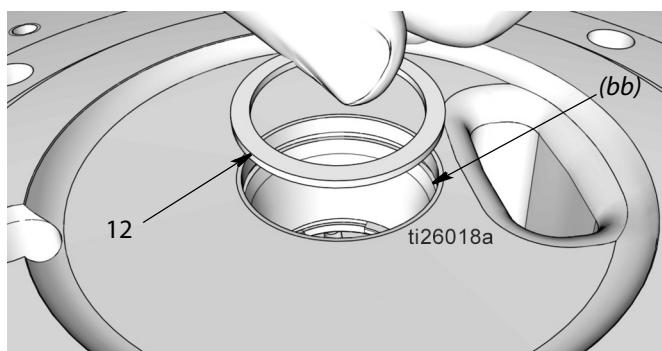

Рис. 31
- Убедитесь, что стопорное кольцо (51) находится в своем месте на боковой стороне основания насоса (1).
- Установите распорную деталь (12), как показано на Рис. 31.